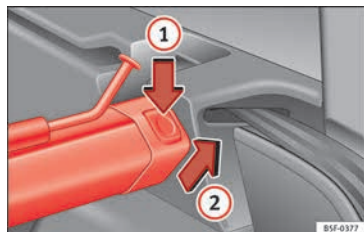

Fig. 167 En el maletero: desmontar la red de separación.
- Presione la tecla de desbloqueo izquierda o derecha » **fig. 167** en el sentido de la flecha ①.
- Extraiga la carcasa del soporte en el sentido de la flecha » **fig. 167** ②.
- Presione la carcasa en los soportes izquierdo y derecho en el sentido contrario al de la flecha » **fig. 167** ② hasta que encastre.